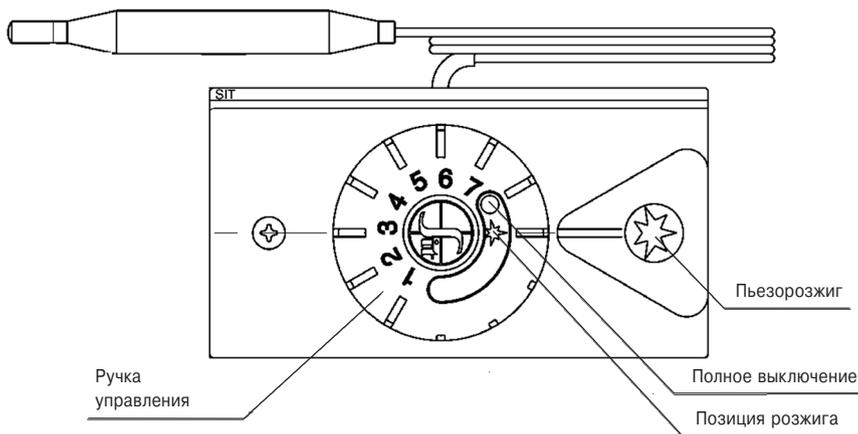

Рис. 5.
**Для котлов мощностью от 7,5 до 20 кВт с газогорелочным устройством на основе итальянской автоматики «630 EURO SIT» и инжекционной горелки Polidoro. (см. рис. 5)**